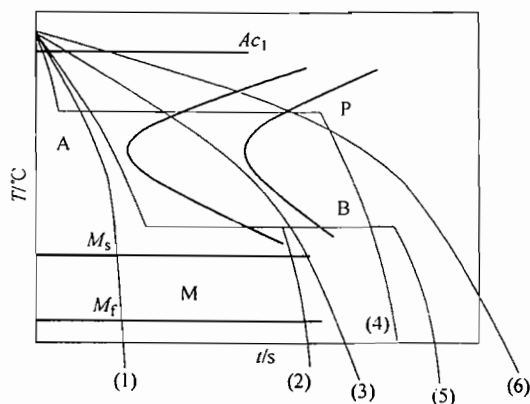

图 6-1 第四题第 3 小题图
3. (12 分) 根据共析碳钢的过冷奥氏体转变 C 曲线 (TTT 曲线) (如图 6-1 所示), 请写出经过图中所示 6 种不同工艺处理后材料的组织名称。